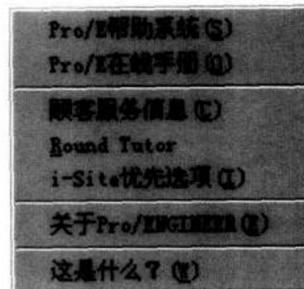

图 1.17
- 帮助 提供关于 Pro/ENGINEER 2000i 的各种帮助，如图 1.17 所示